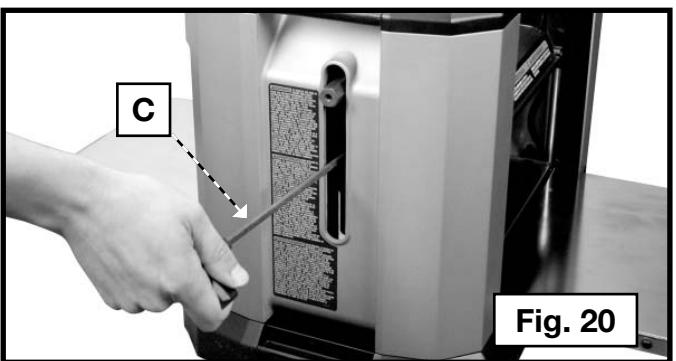

Fig. 20
3. Inserte la llave provista (C) Fig. 20 en el orificio hexagonal. Gire el cabezal de corte hasta trabar el bloqueo.
6. Repita los pasos 3 a 5 para reemplazar las otras dos cuchillas. Presione el botón de bloqueo del cabezal de corte y utilice la llave suministrada (C) Fig. 20 para girar el bloqueo del cabezal de corte hasta que quede trabado y la próxima cuchilla quede en posición para ser retirada.